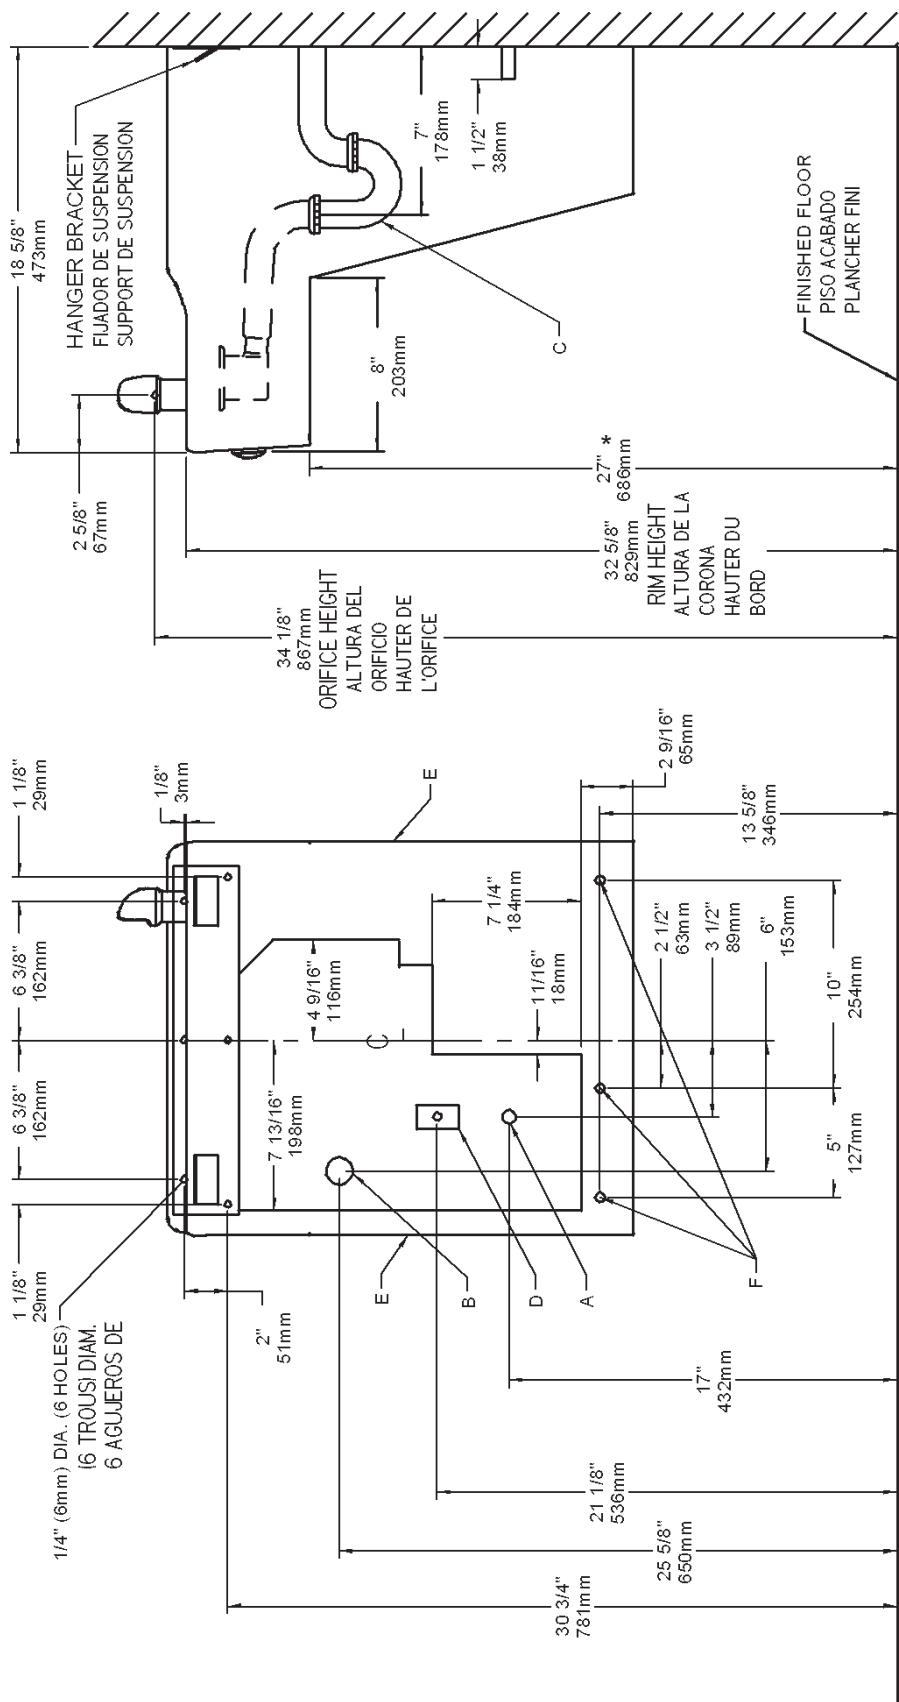

FIG. 2
- 1) Remove hanger bracket fastened to back of cooler by removing one (1) screw.
- 2) Mount the hanger bracket and trap as shown in Figure 2.
- 1) Quite el fijador de suspensión sujetados a la parte posterior del enfriador quitando un (1) tornillo.
- 2) Monte el fijador de suspensión y quite el purgador como se muestra en la Fig.2.
- Añale el suspensor de forma segura a la pared usando todos los seis (6) agujeros de montaje de 1/4" de diámetro.